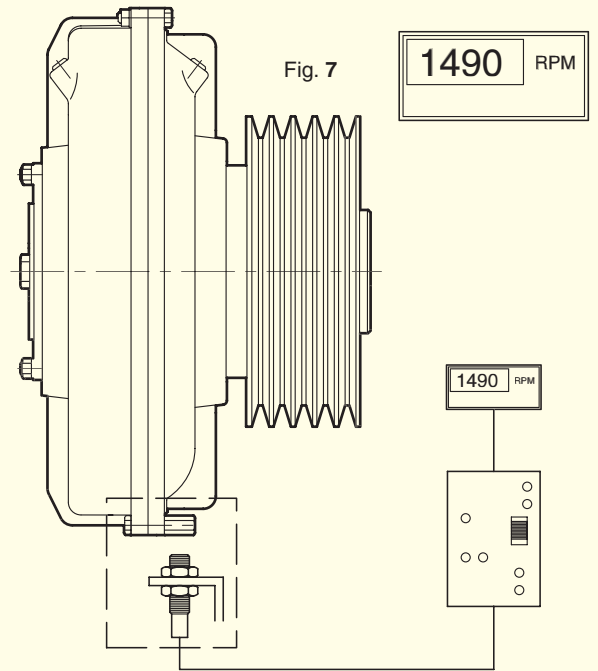

Fig. 7
10.2 OVERLOAD CONTROLLER (Fig. 7)